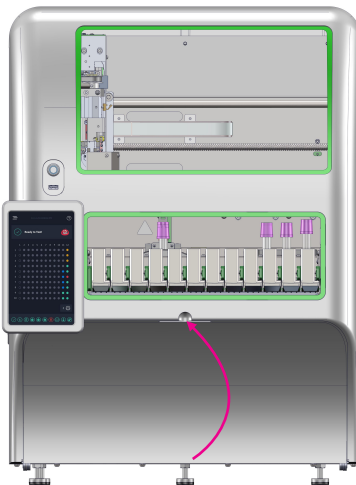

Abbildung 57
7. Schließen Sie das Flaschenfach (Abbildung 57).